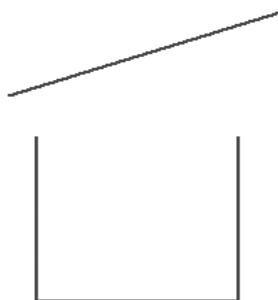

Рис. 2.29. Результат построения
2. Нажмите кнопку Непрерывный ввод объектов и постройте квадрат без верхней стороны (с длиной стороны 50 мм), а также отрезок, произвольно размещенный на чертеже (рис. 2.29).